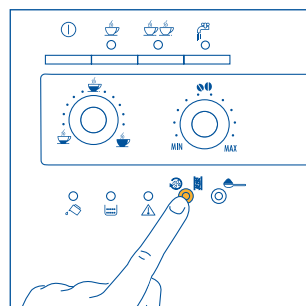

Fig. 14
1) Se, appena accesa la macchina, si richiede una tazza di caffè corto (inferiore a 60cc), usare l'acqua calda del risciacquo per pre-riscaldare le tazze (vedi consiglio par. 4.3 punto5). Se invece dall'ultimo caffè fatto, sono trascorsi più di 2/3 minuti, prima di richiedere di nuovo un caffè è necessario pre-riscaldare l'infusore premendo il tasto   (fig. 14). Lasciare poi defluire l'acqua nella vaschetta